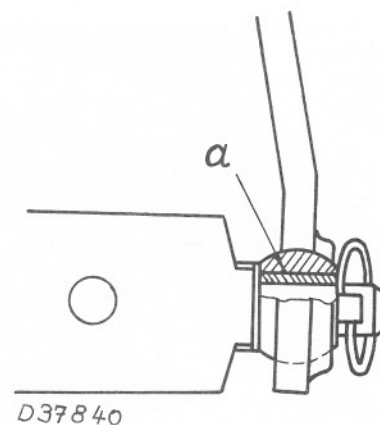
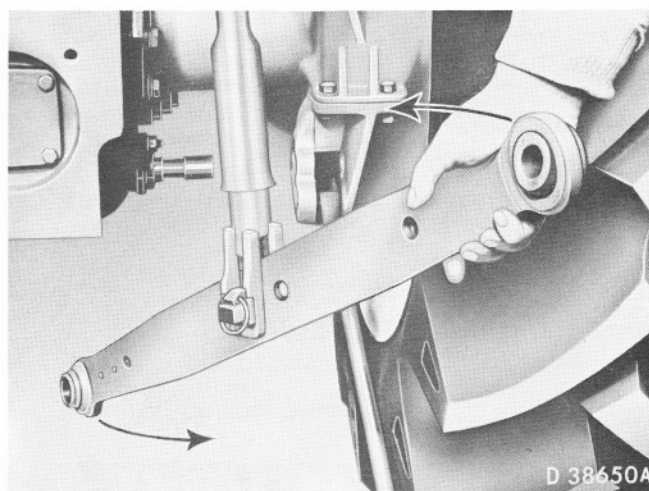
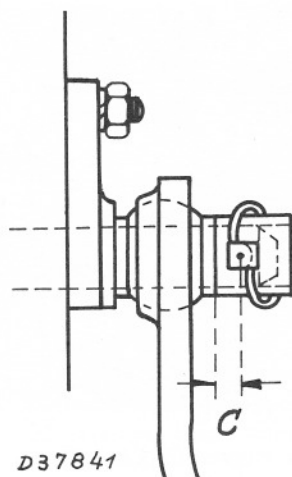

Figure 81 : Douille
Figure 83 : Retournement de la barre de traction
Figure 84 : Entretoise - Position en catégorie I
- Enlevez les deux barres de traction du tracteur, retournez-les (fig. 83) et fixez-les sur le tracteur par les extrémités qui étaient libres d'avant. Chassez les douilles "a" (fig. 81) des barres de traction et gardez-les. Retournez les entretoises et fixez-les sur les axes du tracteur avec les chevilles à anneau (voir fig. 84 et